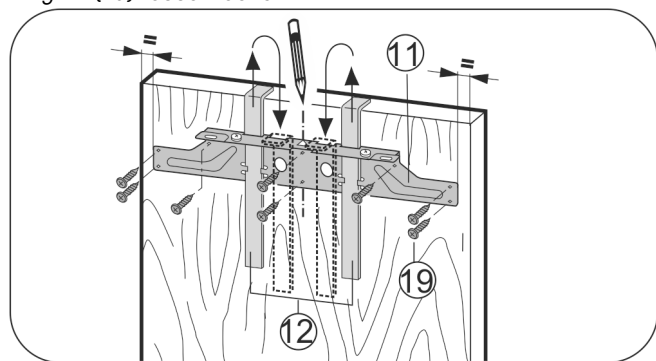

Fig. 18
- ▶ Bevestigingsdwarsstrip Fig. 18 (11) met de montagehulpstukken Fig. 18 (12) aan de binnenkant van de kastdeur hangen.
- ▶ Bevestigingstraverse Fig. 18 (11) op het midden van de deur uitlijnen.
- ▶ De bevestigingsdwarsstrip Fig. 18 (11) met minstens 6 schroeven Fig. 18 (19) vastdraaien.
- ▶ De bevestigingsdwarsstrip Fig. 18 (11) met 4 schroeven Fig. 18 (19) aan de rand vastschroeven.
- ▶ Trek de montagehulpstukken Fig. 18 (12) naar boven eruit en schuif ze gedraaid in de ernaast gelegen opnameopeningen.